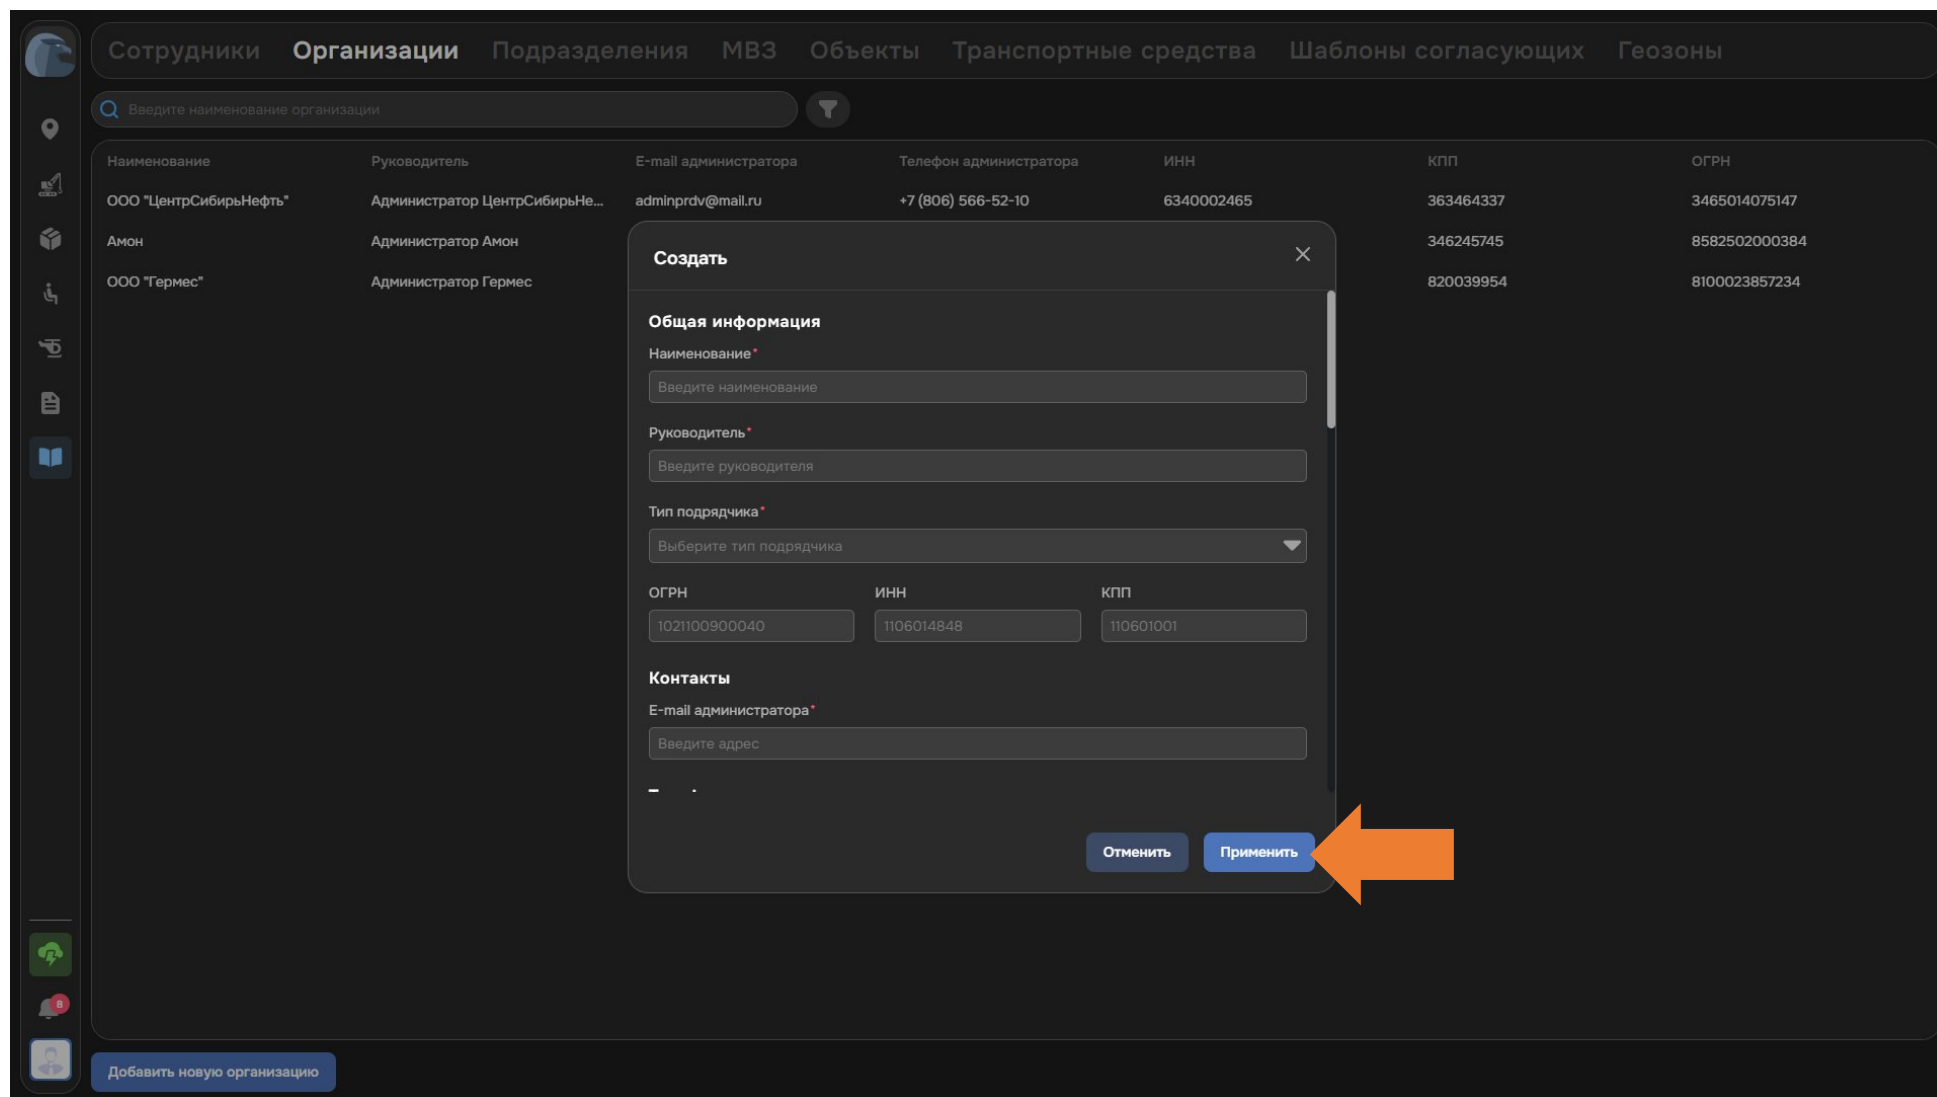

Рисунок 111. Интерфейс создания нового элемента справочника
4. В открывшемся окне заполните необходимые поля и нажмите кнопку «Применить» (см. Рисунок 111).